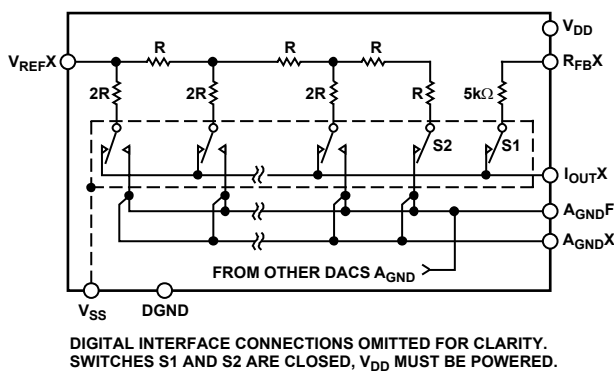

図25.一般的な等価 DAC チャンネル
各デバイスは、4 個の電流切替型の R-2R ラダーDAC を内蔵しています。図 25 に一般的な等価 DAC を示します。各 DAC には、外付け I/V 変換アンプと組み合わせて使用するマッチング帰還抵抗が内蔵されています。R_{FBX} ピンは、外付けアンプの出力に接続されます。I_{OUTX} ピンは、外付けアンプの反転入力に接続されます。A_{GNDX} ピンは、16 ビット精度を必要とする負荷ポイントヘケルピン接続する必要があります。これらの DAC は、負または正のリファレンス電圧で動作するようにデザインされています。V_{DD} 電源ピンは、ロジックが DAC スイッチのオン状態とオフ状態を駆動するときのみ使います。内蔵の 5 k Ω 帰還抵抗と直列にマッチング・スイッチが使用されていることに注意してください。R_{FB} を測定する際には、連続性を維持するために V_{DD} に電源を接続してください。追加の V_{SS} バイアス・ピンは、高温アプリケーションでサブストレートをガードするために使って、10°C ごとに 2 倍になるゼロ・スケール・リーク電流を小さくします。DAC 出力電圧は、次式の V_{REF} とデジタル・データ (D) で決定されます。